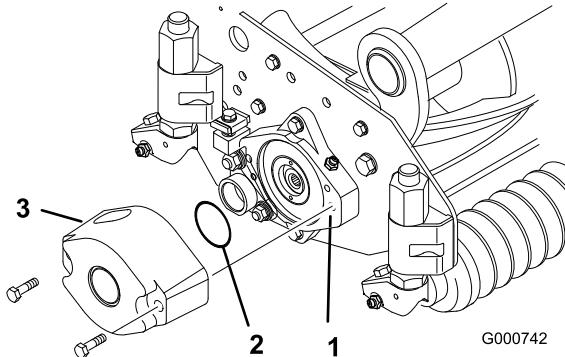
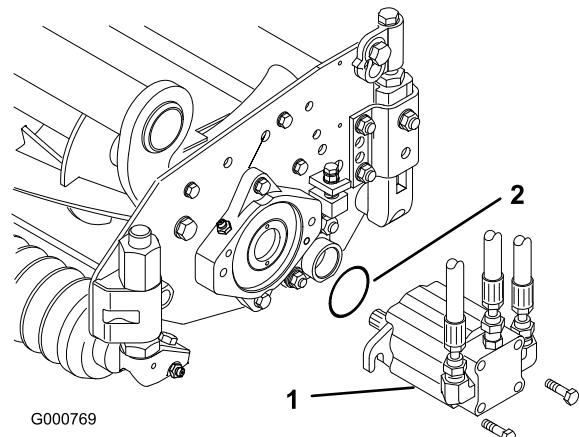

図 4
図 7
- 大きなリングにグリスを塗り カッティングユニット両側のベアリングハウジングの溝にそれぞれ取り付ける 図 4 と 図 7。
- 付属のキャップスクリュを使って、各カッティングユニットにカウンタウェイトを取り付ける 図 4。
13. リールモータを各カッティングユニットに装着し付属のキャップスクリュ本で固定する図 7。